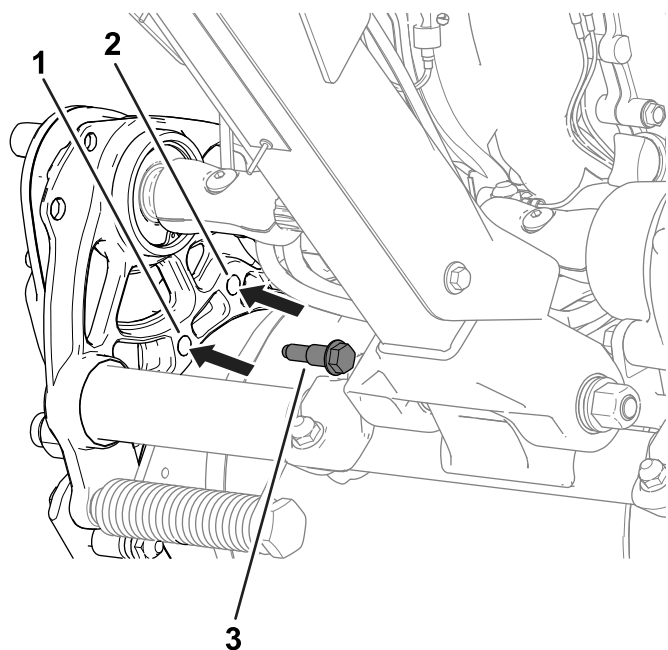

Figura 19
2. Rimuovete, da ciascun lato della macchina, i bulloni di spallamento (Figura 19) che fissano l'alloggiamento della trasmissione del tamburo al telaio.
4. Utilizzate i bulloni di spallamento che avete rimosso in precedenza per fissare l'alloggiamento della trasmissione al telaio (Figura 19).